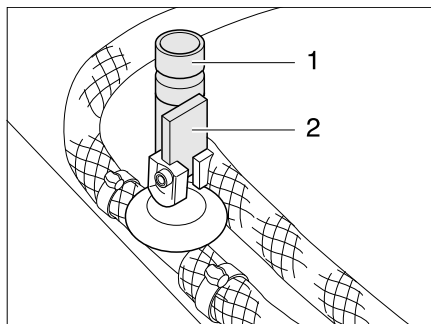

Bild 124 Ablasshähne für Truma Boiler
- Alle Ablasshähne für den Boiler schließen. Dazu den Kipphebel (Bild 124,2) waagrecht stellen bzw. die Kappe (Bild 124,1) im Uhrzeigersinn drehen.
- Alle Ablasshähne für den Boiler öffnen. Dazu den Kipphebel (Bild 124,2) senkrecht stellen bzw. die Kappe (Bild 124,1) entgegen dem Uhrzeigersinn drehen.